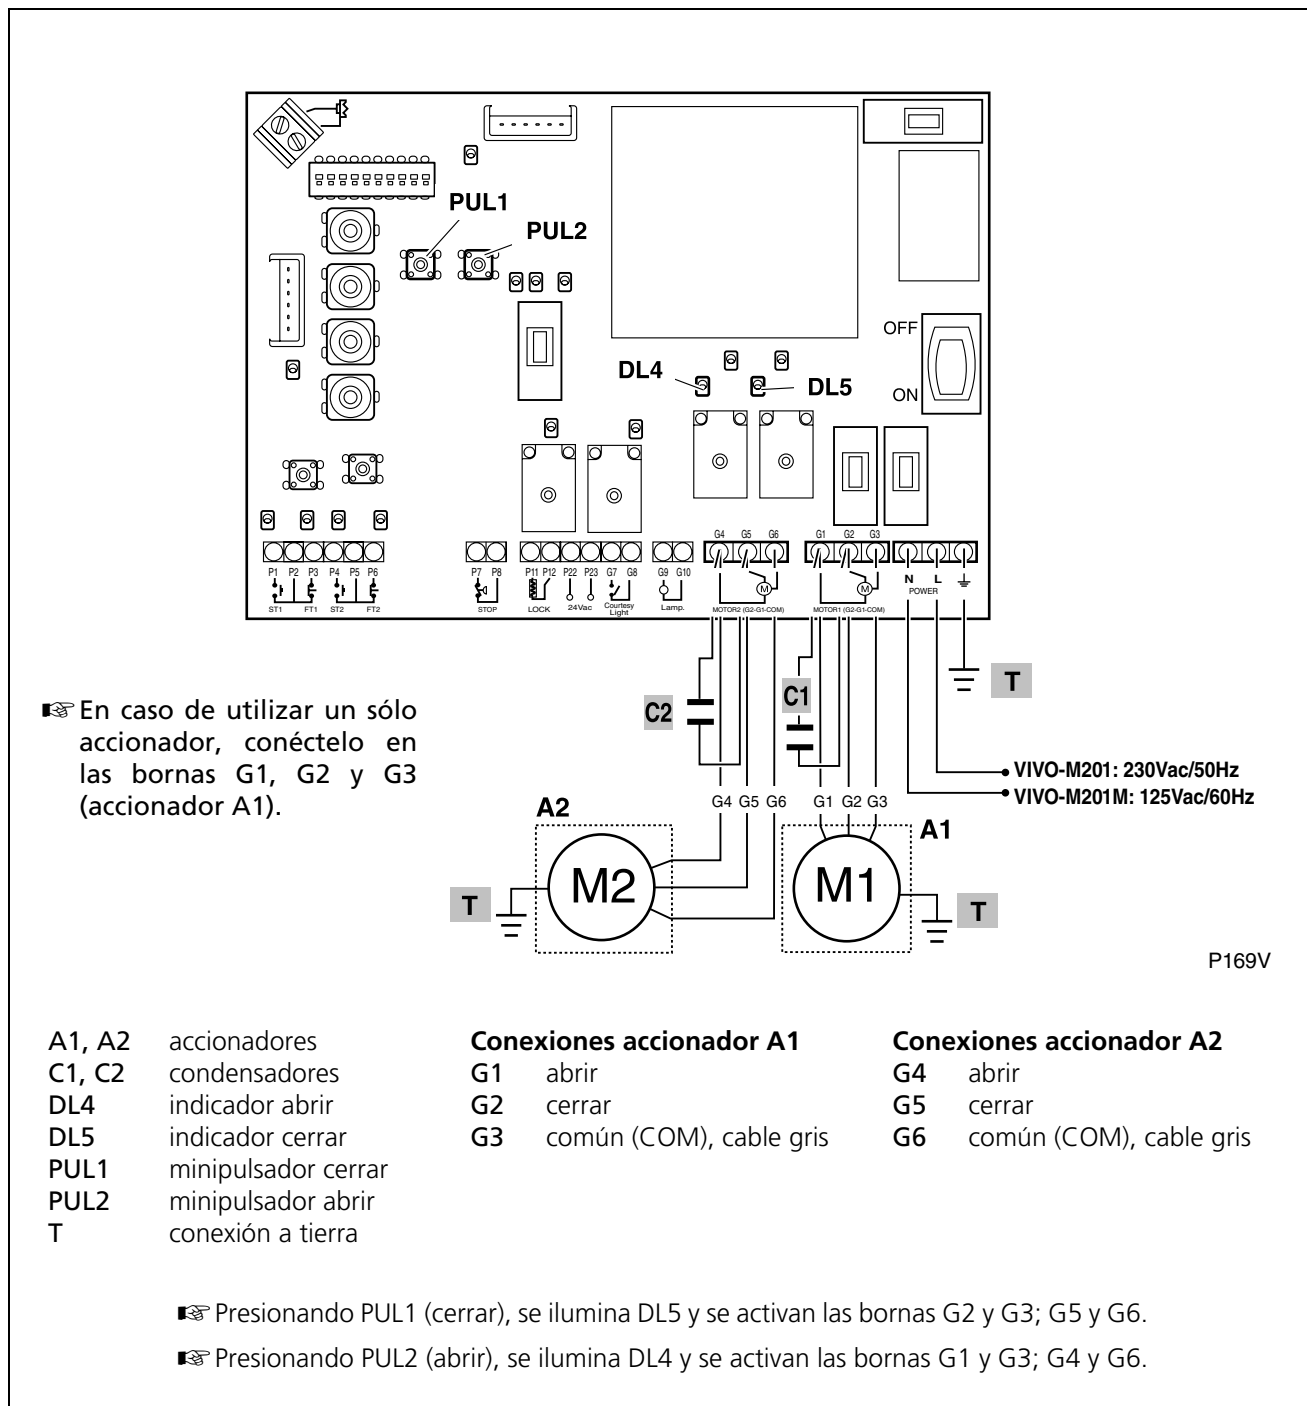

Fig. 3 Conexión de la alimentación y de los accionadores
- ☞ Si el sentido de giro de alguno de los accionadores no es correcto, intercambie los cables de conexión (G1 y G2) de dicho accionador (para más información, vea "Fig. 3 Conexión de la alimentación y de los accionadores" en la página 15).